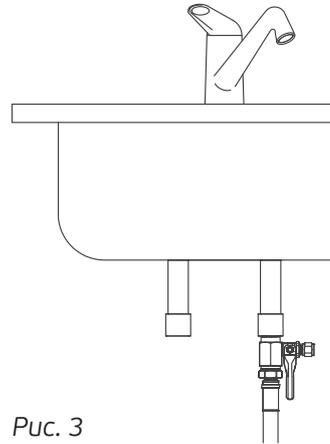

Рис. 3
- установить узел в сборе в разрыв гибкой подводки смесителя. Рис.3;